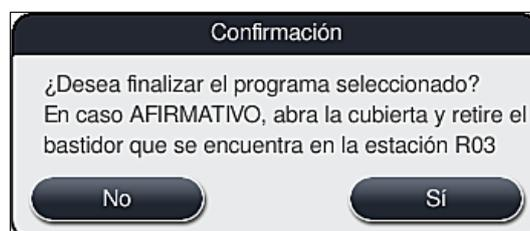

Fig. 89
5. En el siguiente mensaje informativo (→ "Fig. 89"), pulse el botón **Sí** para confirmar la cancelación del programa o **No** para regresar a la indicación de estado de proceso.
Se debe seguir completamente la información del mensaje (→ "Fig. 89").